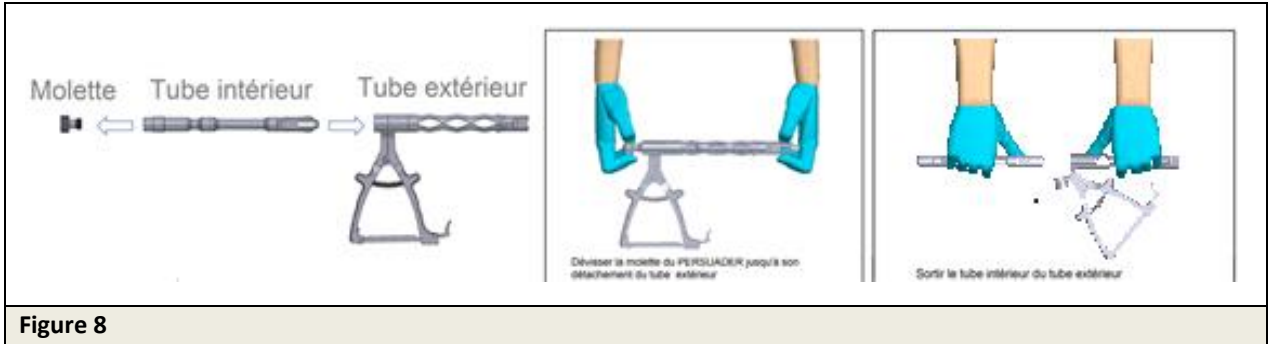

Figure 8
- 8/ Réaliser l'assemblage et le désassemblage de la pince (**Figure 8**).
- 8/ Assemble and disassemble the clamp (**Figure 8**).